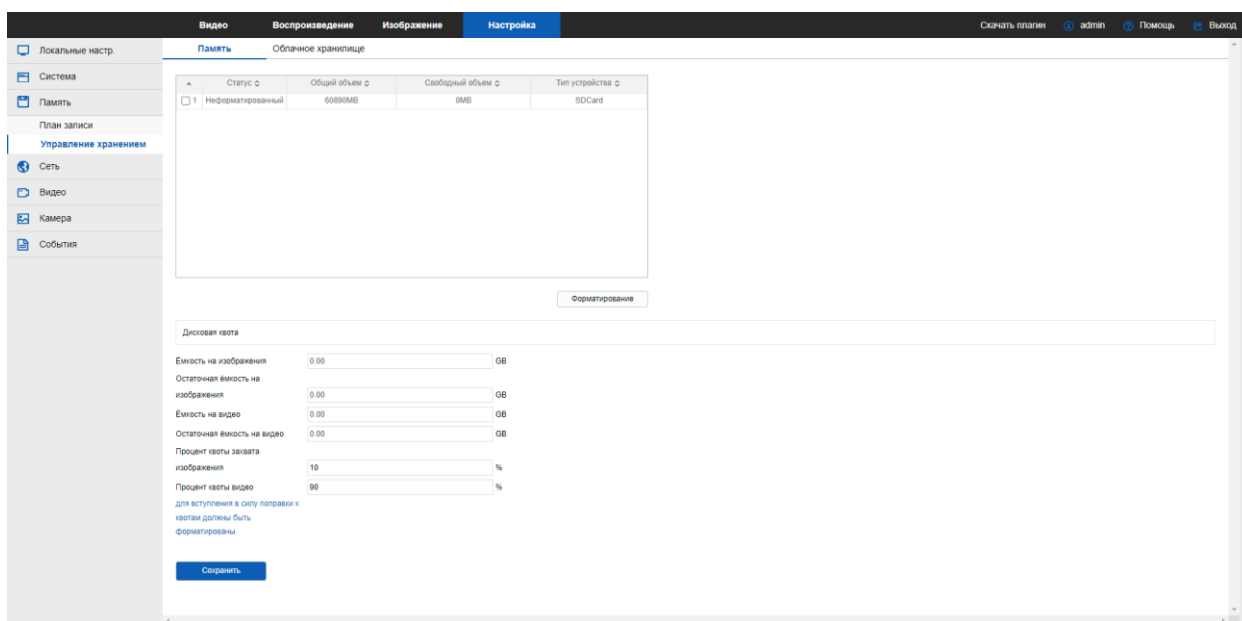

Рисунок 17
- установите галочку в строке используемой SD-карты и нажмите кнопку «Форматирование» (рисунок 17);